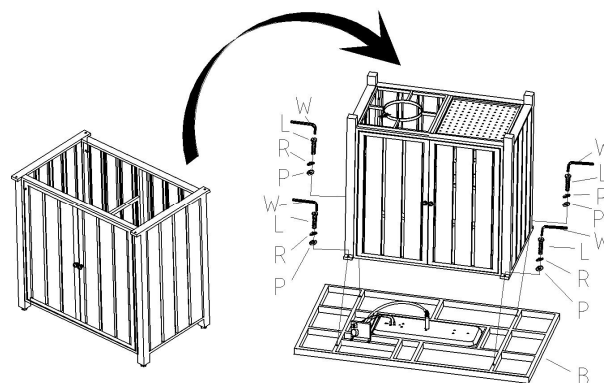

Figure 5
5. Tourner le cadre prémonté, et attacher au haut (B) avec 4 boulons $\frac{1}{4}$ in x 30 mm (L), 4 rondelles plates (P) et 4 rondelles élastiques (R) à l'aide de clé Allen (W), (voir figure 5)